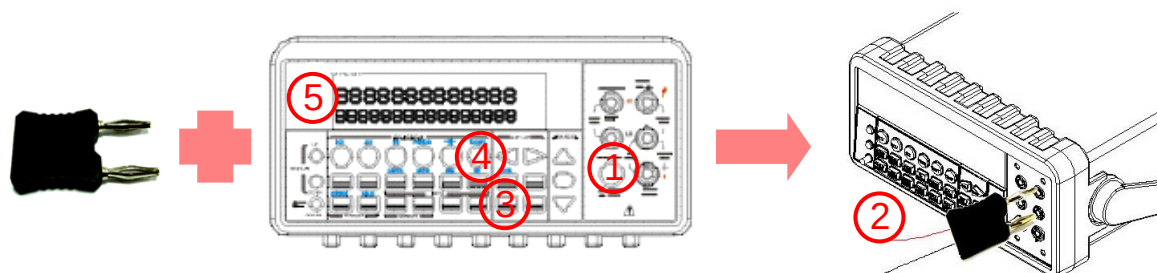

図 3-12
- ① TERMINALS スイッチを使用して前面パネルの入力端子を選択します。
- ② 図 3-12 に示すように、必ず熱電対アダプタと熱電対モジュールの組み合わせで温度を測定します(以下の図に示すようにモジュールの接続が完成したら、次のステップに進みます。)
- ③ CONFIG、TCOUP(SHIFT+TEMP)ボタンを順に押して、K TYPE、°C をはじめとする熱電対のタイプおよび単位を設定した後、ENTER ボタンを押します。
- ④ SHIFT、TEMP ボタンを順に押します。
- ⑤ ディスプレイ上の測定値を読み取ります。